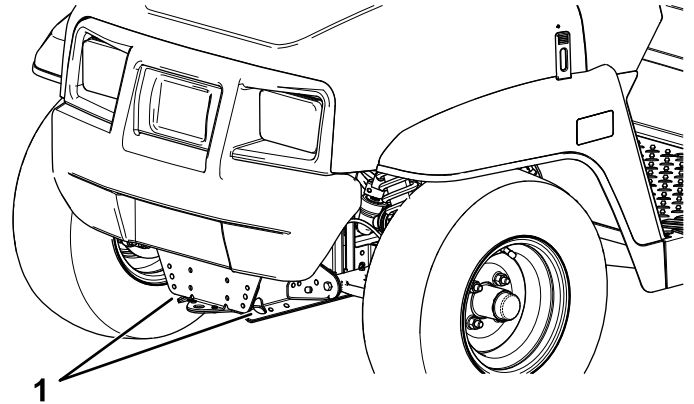
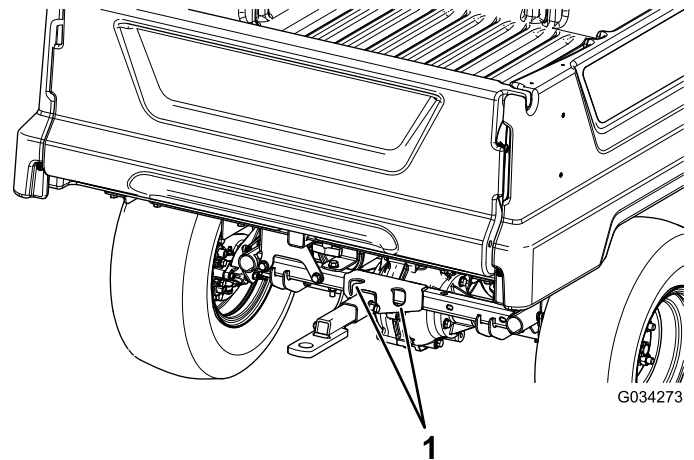

Bild 22
Bild 23
In Bild 22 und Bild 23 finden Sie die Vergurtungsstellen der Maschine.
2. Befestigen Sie ein Abschleppseil an der Zunge vorne am Maschinenrahmen (Bild 22).